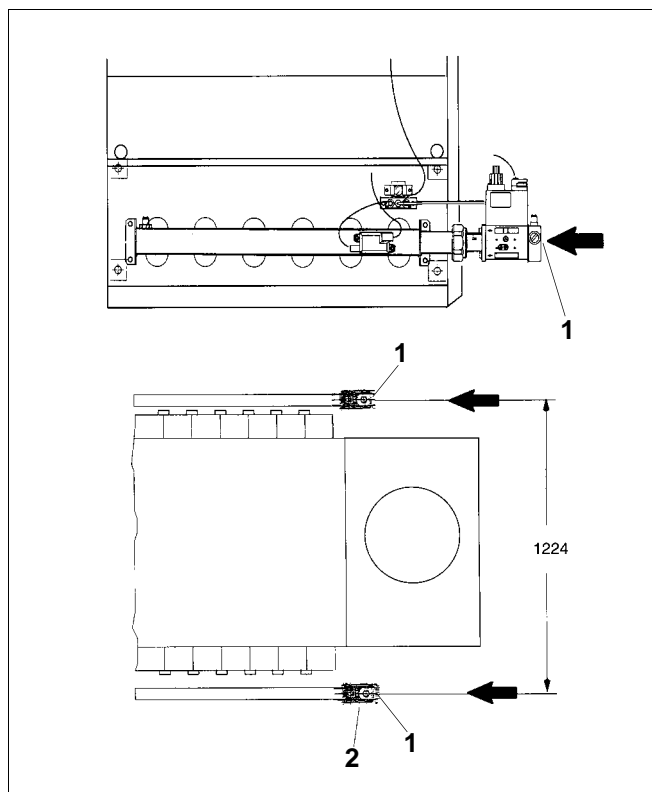

Fig. 40 Raccordement gaz
- Raccorder les conduites d'alimentation en gaz sans contraintes mécaniques (fig. 40, **pos. 1**).